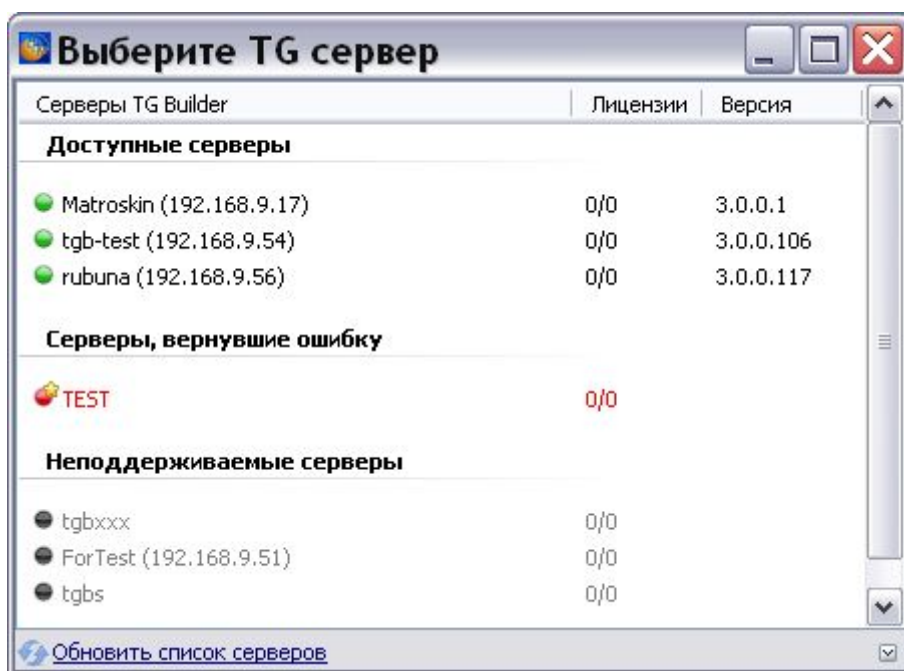

Рис. 2.9
3. Нажмите **Ок**. После этого будет осуществлен поиск сервера и информация о сервере отобразится в окне **Выберите TG Server** (Рис. 2.9).